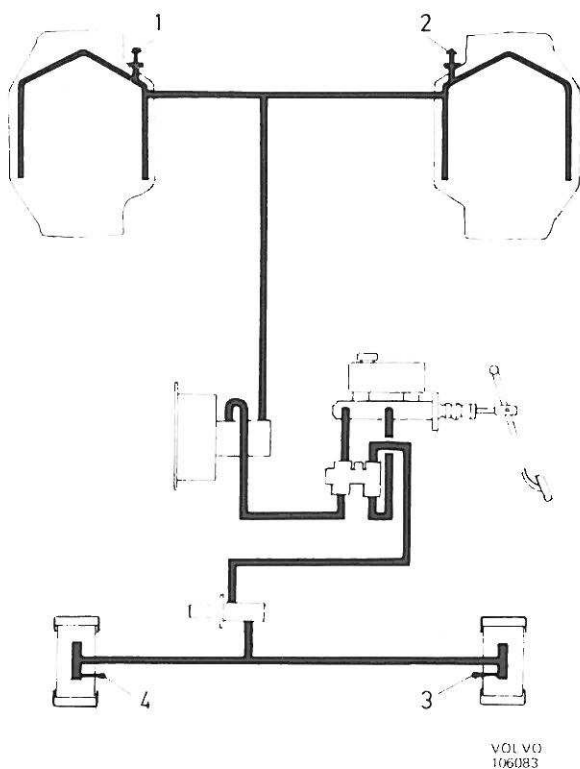
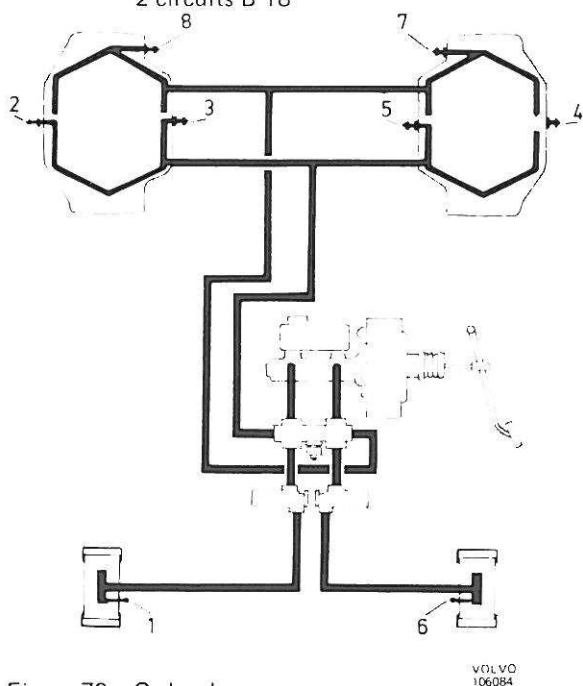

Figure 69. Ordre de purge, 2 circuits B 18
Figure 70. Ordre de purge, 2 circuits B 20
4. La purge doit se faire dans l'ordre indiqué sur la figure 69 ou sur la figure 70.
4. La purge doit se faire dans l'ordre indiqué sur les figures 69 et 70 et de la manière suivante: Enlever le capuchon de protection et adapter la clé à anneau et le flexible plastique sur la vis de purge. Laisser l'autre extrémité du flexible de purge pendre dans la bouteille, voir figure 72. Ouvrir la vis de purge d'un demi-tour au maximum. Appuyer lentement sur la pédale de frein. Lorsque la pédale est complètement enforcée, faire un court arrêt et relâcher ensuite rapidement la pédale. Répéter l'opération plusieurs fois, jusqu'à ce que le liquide de frein qui s'échappe soit complètement débarrassé de bulles d'air. Appuyer à fond sur la pédale et fermer la vis de purge. Remettre les capuchons de protection aux vis de purge.